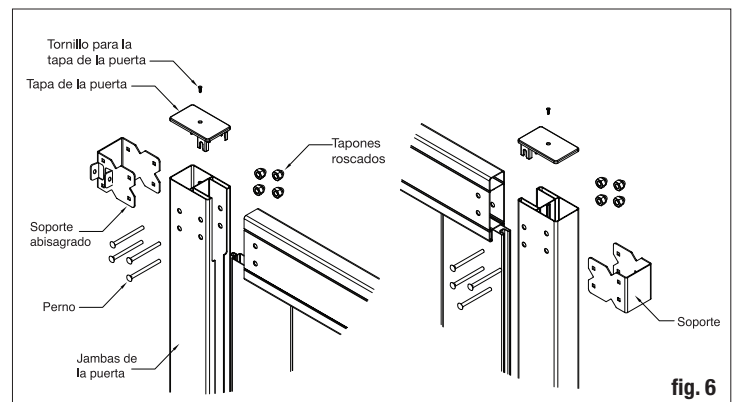

fig. 6
Coloque las jambas de la puerta en ambos lados de los barandales y coloque las bisagras en la jamba de la puerta de forma que se alineen con los barandales. Utilizando el soporte como guía, perforo los cuatros (4) agujeros necesarios de 1/4" para los pernos del soporte. Repita estos pasos para los soportes de bisagras también (fig. 6). Asegúrese de que los barandales estén completamente insertados en la jamba antes de perforar. Los pernos tienen que ir a través de la jamba y el barandal para que funcionen correctamente.